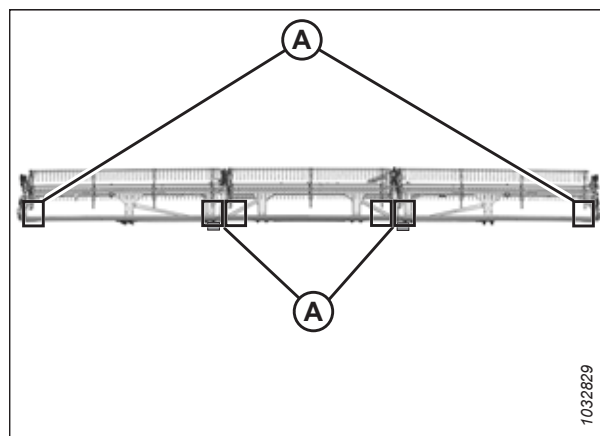

Figura 4.281: Locațiile de măsurare în cazul FlexDraper® – rabator triplu
- Hedere cu rabator triplu: Figura 4.281, pagina 649